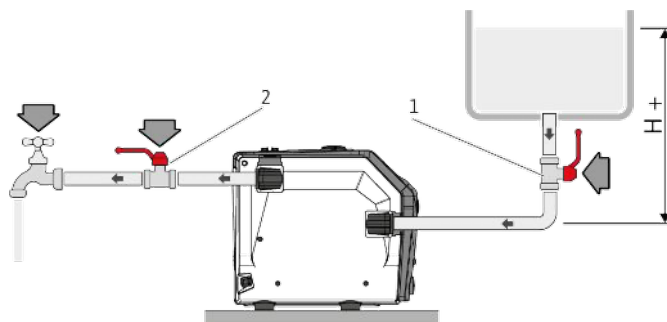

Fig. 9: Експлоатация при натоварване
- Напълнете продукта с вода (приблизително 1,5 L), докато водата започне да излиза от вентилационния отвор (Fig. 9).